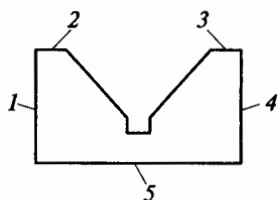

Рис. 4.4. V-образная направляющая:
22. Опишите последовательность обработки призмы (рис. 4.4) с окончательно обработанным V-образным пазом, указав при этом применяемые инструменты и приспособления: